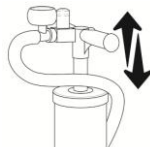

Figure 4
- Inflate all tubes to 7psi. The tubes MUST be guided into an arch as they are inflated (*figure 4*)
- Pumpen Sie alle Schläuche auf 3psi auf. Die Schläuche MÜSSEN beim Aufpumpen in einen Bogen geformt werden. (figure 4)
- Gonfler tous les tuyaux à 3psi. ATTENTION: Les tuyaux seront guidés dans les arches à mesure qu'ils gonflent (figure 4)
- Gonfiare tutti i tubi a 3 psi. Una volta gonfiati i tubi VANNO ricondotti ad arco (*figure 4*)